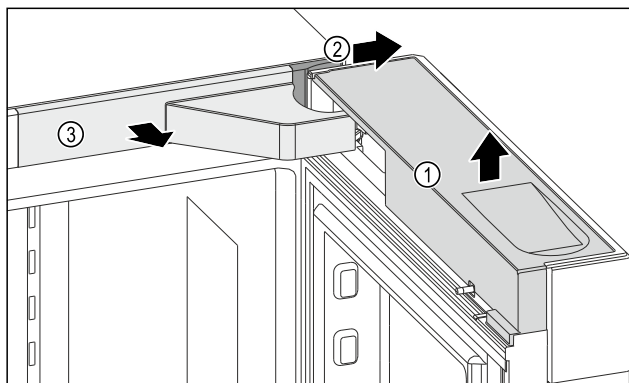

Fig. 9
- Retirer le cache Fig. 9 (1).
- Retirer le cache Fig. 9 (2).
- Retirer le cache Fig. 9 (3).